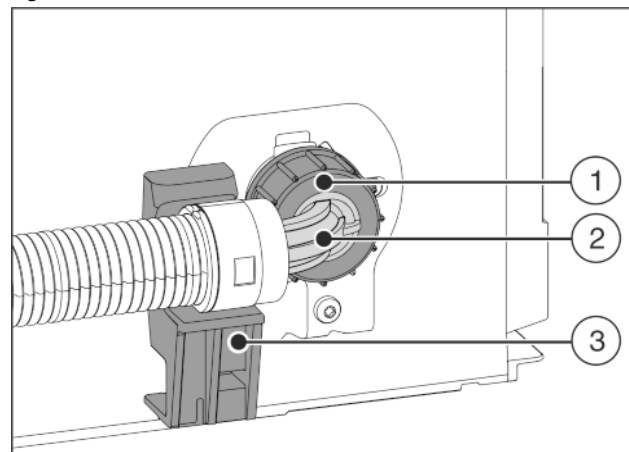

Fig. 22
- Poziționați și fixați capătul cotit de furtun Fig. 22 (2) orizontal pe suport Fig. 22 (3).
- Înșurubați piulița Fig. 22 (1) cu mâna pe filet, până când este atinsă o poziție mai sigură, fixă.